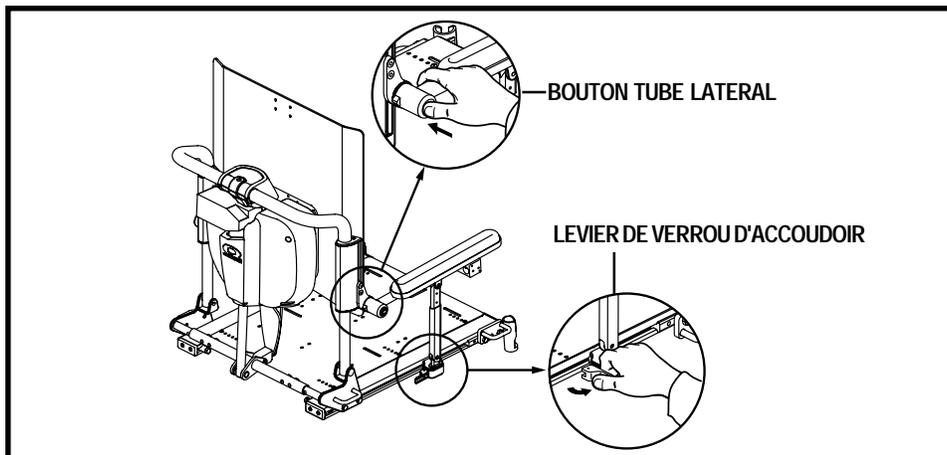

Figure 24. Pour déverrouiller l'accoudoir
1. Tirez le levier de blocage sur la base du siège vers vous. Voir la figure 24.